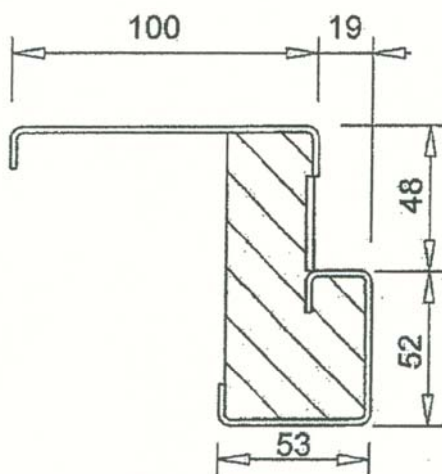

Figure A5b
3.4.2.2. Huisserie avec recouvrement (fig. A5b)